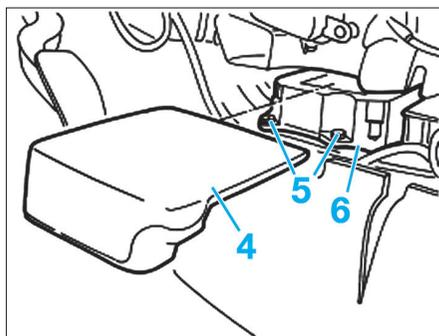

Fig. 20
- Déposer la protection (4) (Fig.20).
- Déposer les deux écrous (5) puis sortir le calculateur d'airbag (6).